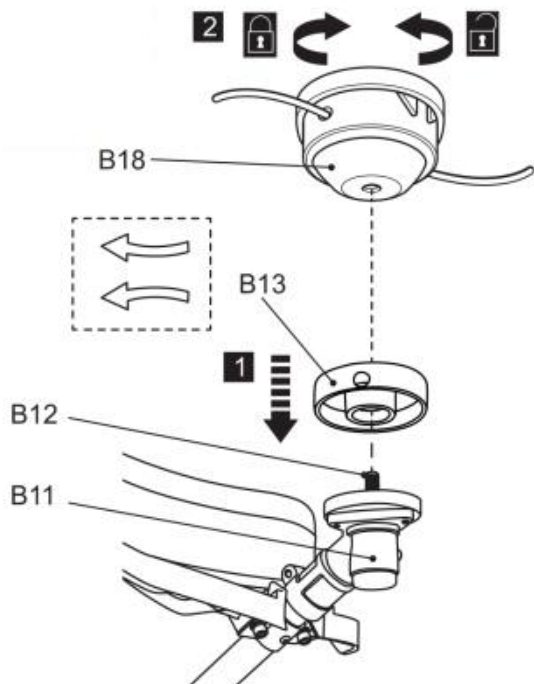

Fig. 6
4) Przykręć głowicę tnącą (B18) przeciwnie do ruchu wskazówek zegara do wrzeciona (B12) i dokręć ją ręcznie, blokując wrzeciono (B12) kluczem imbusowym (E5). Następnie wyjmij klucz imbusowy (rys. 6).